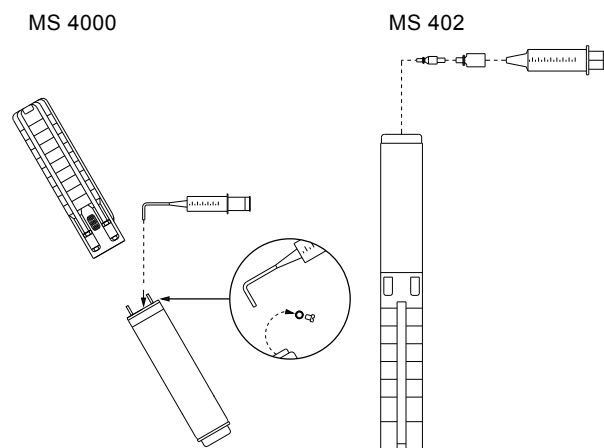

Fig. 2 Posizione del motore durante il riempimento - MS 4000 e MS 402
1. Posizionare la pompa sommersa come mostrato in fig. 2. La vite di riempimento deve trovarsi sul punto più alto del motore.
3. Iniettare il liquido nel motore con la siringa di riempimento finché il liquido fuoriesce dal foro di riempimento. Vedi fig. 2.